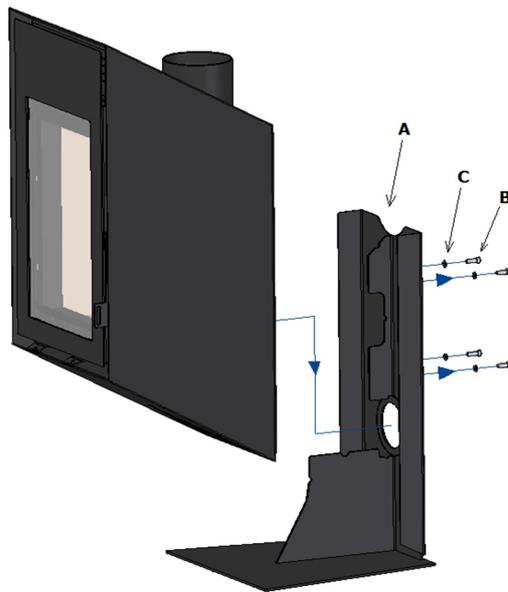
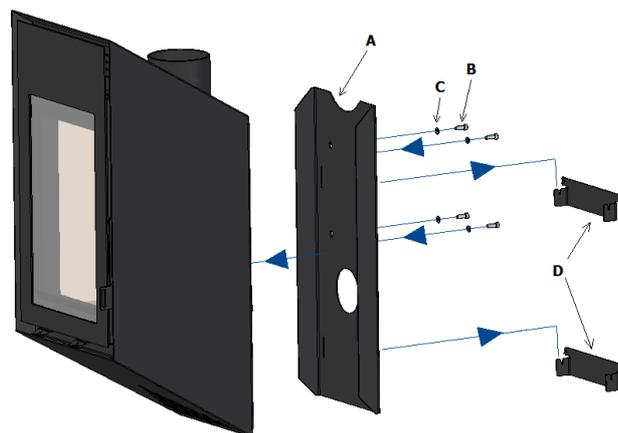
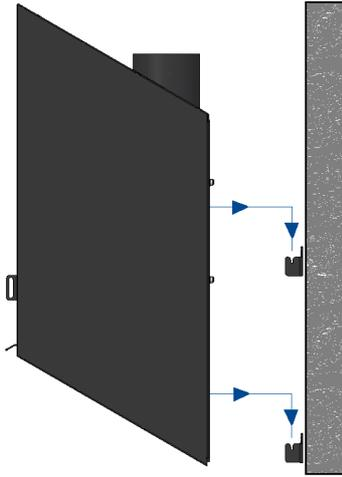

Fig. 26 – Retrait du support de plancher
Fig. 27 – Installer le support mural
Fig. 28 – Positionnement des supports muraux du poêle
- 1 - Retirer le support (A) installé sur le chauffe-eau, dévisser la vis (B). Attention: Lorsque vous retirerez les vis, le poêle n'aura plus le support, ni d'appui au sol, étant donné que le support (A) est le seul point d'appui que le poêle ait avec le sol. Avant de retirer toutes les vis, vous devez garantir que le poêle est bien fixé et qu'il ne tombera pas. Voir la Figure 26.
- 2 - Installer les supports muraux (Figure 27 [D]) utilisant les composants fournis selon la hauteur prétendue du poêle. Utiliser le support mural (Figure 27 [A]) pour vérifier la position correcte des supports;
- 3 – Ensuite, remplacer le support de sol (figure 26 [A]) par la fixation murale (Figure 27 [A]) fourni dans le kit, en utilisant les mêmes vis et rondelles de l'opération précédente;
- 4 - Enfin, mettre le poêle sur les supports muraux (Figure 27 [D]) installé précédemment. Pour ce faire, positionner d'abord le poêle sur les 2 supports, en même temps et ensuite laisser le poêle s'affaisser jusqu'à qu'il s'emboîte dans les fentes de chaque support. Figure 28.